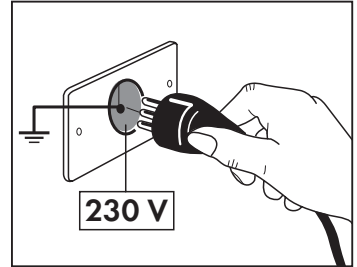

Abb. 1
- Die elektrische Anlage muss laut den geltenden Vorschriften geerdet und mit einem Schutzschalter versehen sein (230 V 50 Hz) (Abb. 1).